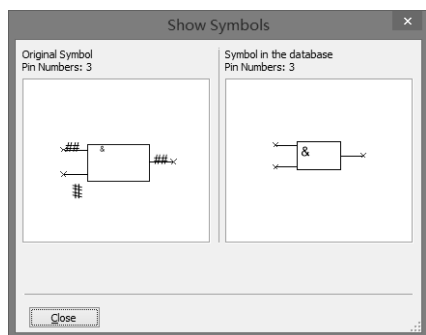

图 4.2.19 新旧元器件符号的对比
(2) 在对话框中,会出现许多“Diff”按钮用来表示元器件的差别,且每个“Diff”按钮旁边都有一个红色的小箭头。
(3) 如果“Diff”按钮出现在“Symbol(符号)”列中,可以单击此按钮用来显示原电路中元器件符号与当前版本软件中元器件符号的差别,如图 4.2.19 中 74LS08 与门,左边为旧版本的符号图形,右边为新版本的符号图形。用同样的方法,可以查看元件其他方面的区别,如 Model、Footprint 等。